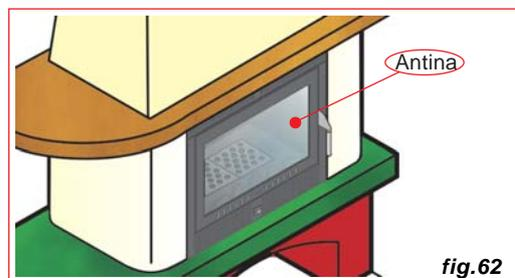

fig.62
- 4 Durante il normale funzionamento, è necessario mantenere **l'antina perfettamente chiusa** sia per motivi di sicurezza che per un miglior controllo della combustione (fig.62).